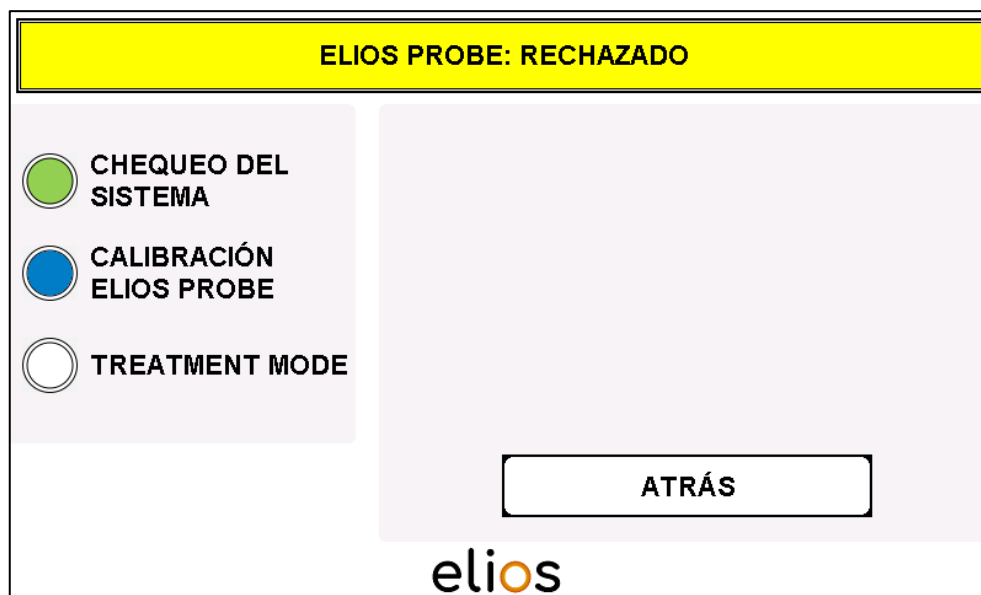

Fig. 4-8: Reconocimiento de la fibra – ELIOS PROBE: RECHAZADO
- El software reconoce las fibras ya usados y reesterilizados, que son inhabilitados. Se indica la notificación **“ELIOS PROBE: RECHAZADO”** y no es posible continuar en el programa (Fig. 4-8).
- Para volver al menú anterior, pulsar “**ATRÁS**” (Fig. 4-8).